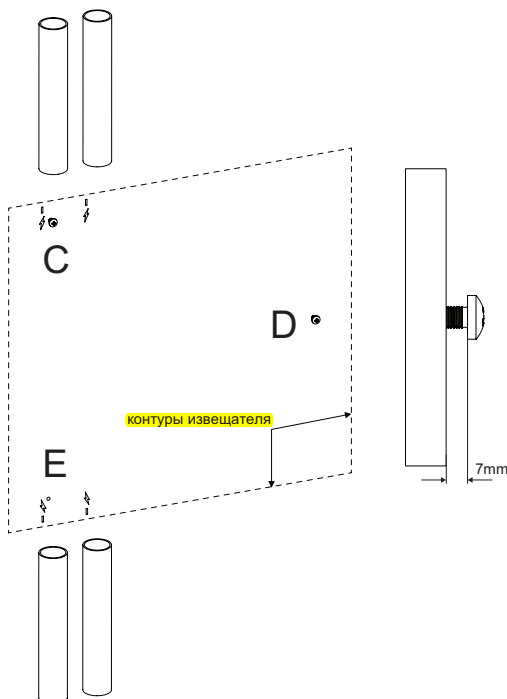

Рис. 4-11: Вставка крепежных винтов
3. Вставьте два винта с полукруглой головкой М4 в точки С и D так, чтобы головки винтов выступали из стены на 7 мм (Рис. 4-11). Просверлите отверстие в точке E для дальнейшей вставки винта, как описано в п. 9.